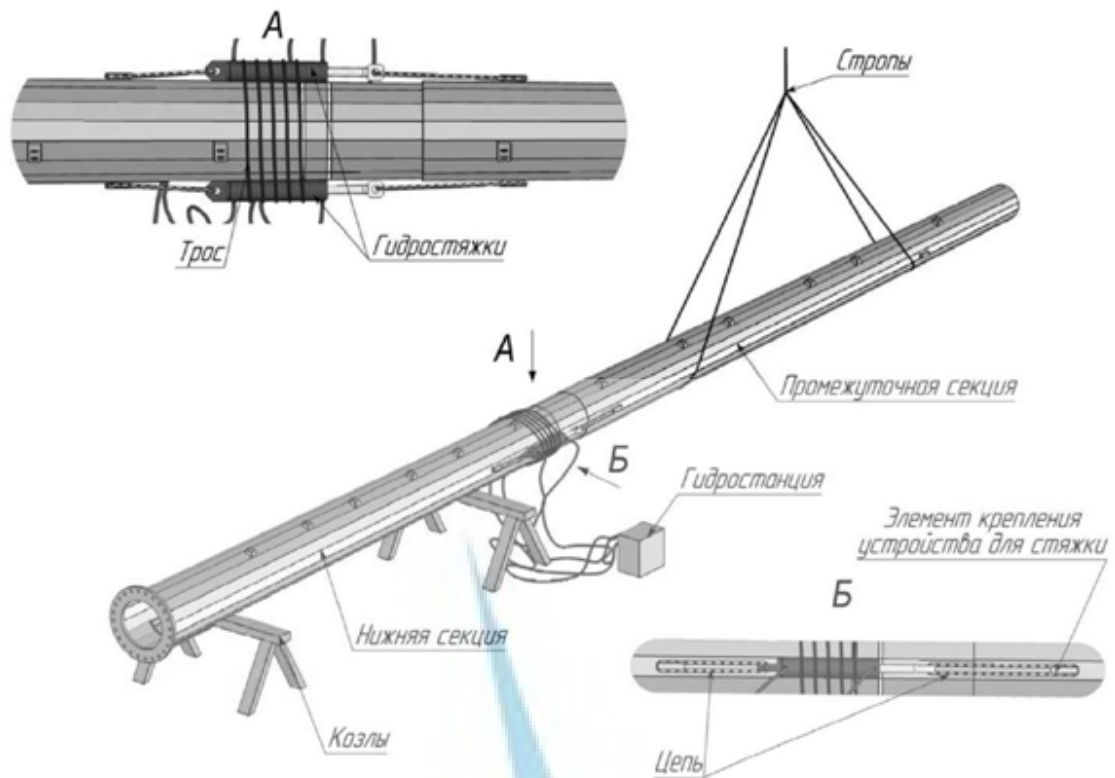

Рис.2
4) Установить устройство для стяжки (рекомендуется использовать устройство гидравлической стяжки или механические лебедки усилием от 3 до 5 тонн). В случае использования устройства гидравлической стяжки необходимо надежно закрепить стягивающие устройства стянув тросом к стволу (рис. 2), количество витков присоединительной цепи следует подбирать из условия превышения максимального усилия гидроустройства общим тяговым усилием витков цепи, (условие неразрыва звена).